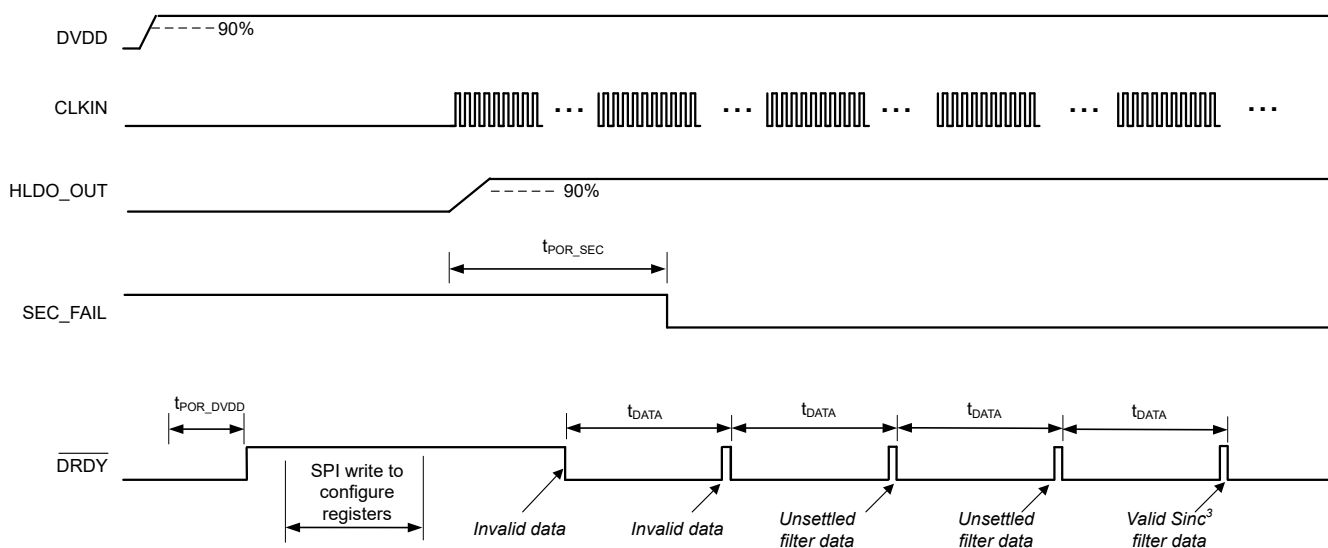
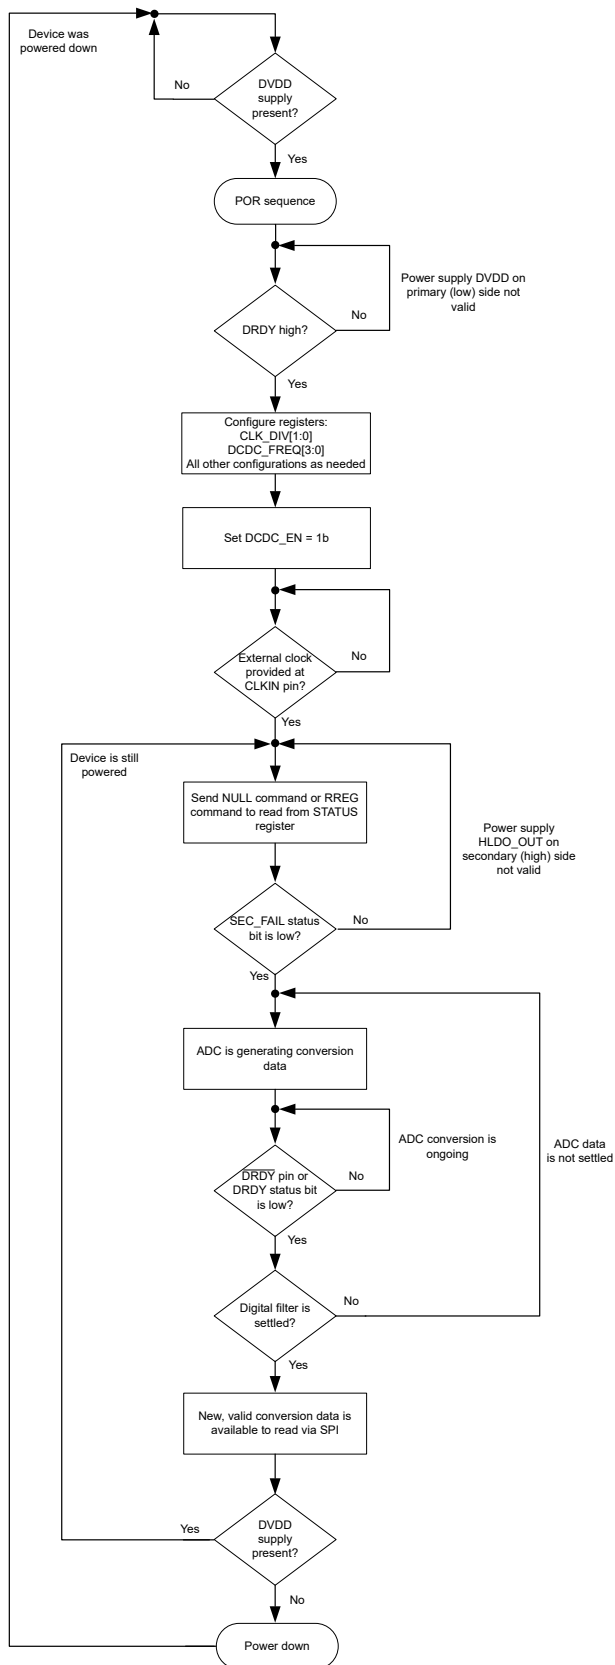

图 8-13. 上电启动行为和稳定时间，OSR = 1024
图 8-14. 上电启动过程的流程图
本节介绍了 AMC131M01 上电的推荐步骤。图 8-13 所示为使用此建议序列时器件行为的时序图。图 8-14 以图形方式提供了建议序列的流程图。
- $\overline{\text{DRDY}}$  从高电平转换到低电平表示新的转换数据可用。如图 8-13 所示，只有 SEC\_FAIL 在转换期间读取为 0b 时，ADC 数据才有效。图 8-13 中显示的前两个转换结果表示无效数据。
- 当 ADC 生成有效数据时，数字滤波器必须稳定，如  $\text{SINC}^3$  和  $\text{SINC}^3 + \text{SINC}^1$  滤波器部分所述。图 8-13 中显示的两个后续转换结果是未稳定的结果（假设 OSR 等于 1024），而显示的最后一个转换结果提供了有效的稳定数据。
在图 8-13 中， $t_{\text{POR\_SEC}}$  是从启用直流/直流转换器到 SEC\_FAIL 位的第一个下降沿的时间，其中后者表示 HLDO\_OUT 引脚上的次级电源已稳定。 $t_{\text{POR\_DVDD}}$  是从 DVDD 电源 90% 到  $\overline{\text{DRDY}}$  第一个上升沿的时间。